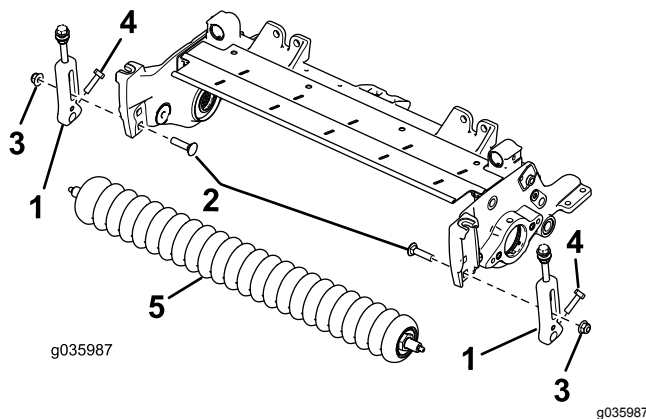

Figura 2
2. Rimuovete i bulloni a testa tonda e i dadi di bloccaggio che fissano le staffe dell'altezza di taglio alle piastre laterali degli apparati di taglio (Figura 2).
3. Allentate le viti che fissano le staffe dell'altezza di taglio all'albero del rullo anteriore (Figura 2).
4. Togliete le staffe dell'altezza di taglio ed il rullo anteriore dalle piastre laterali dell'apparato di taglio (Figura 2).